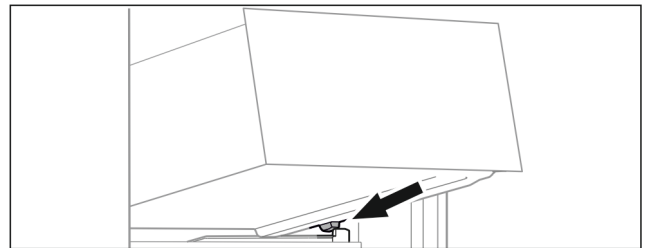

Fig. 68
- ▶ Coloque el cajón inclinado detrás de los topes sobre la nervadura para recipientes. (consulte Fig. 68)